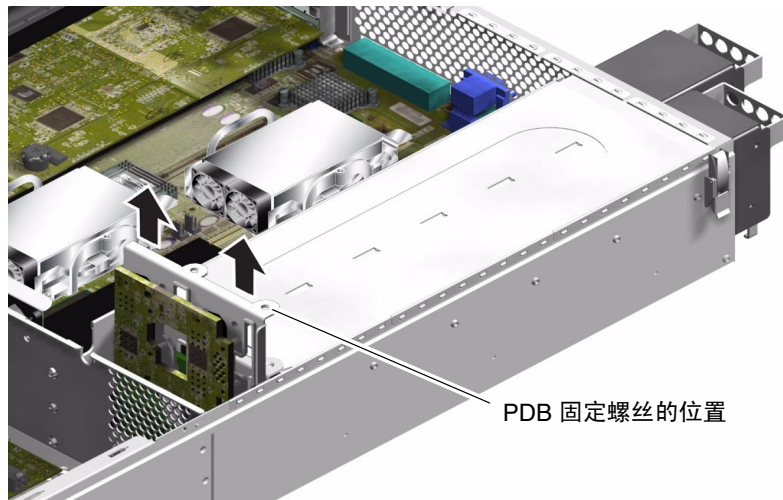

图 1-15 卸下配电板（仅适用于 Sun Fire V240）
6. 从机箱中拉出 PSU 到适当位置，以便从 PDB 上拔下它们的插头。参见图 1-15。
7. 拧下用于固定 PDB 组件的螺丝。参见图 1-15。